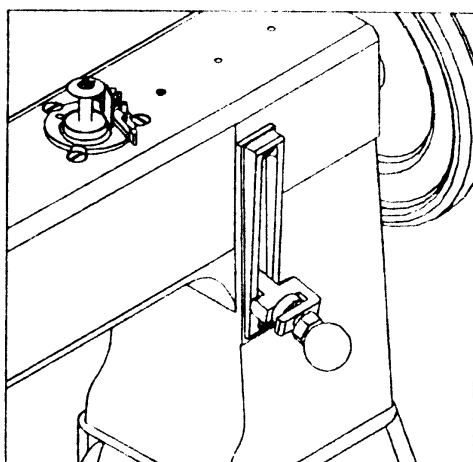

Fig.8
| 12. REGLAGE DE LONGUEUR DU POINT ET DE LA MARCHE ARRIERE (Fig. 8)..... | 8 |
12. REGLAGE DE LONGUEUR DU POINT ET DE LA MARCHE ARRIERE (Fig. 8)